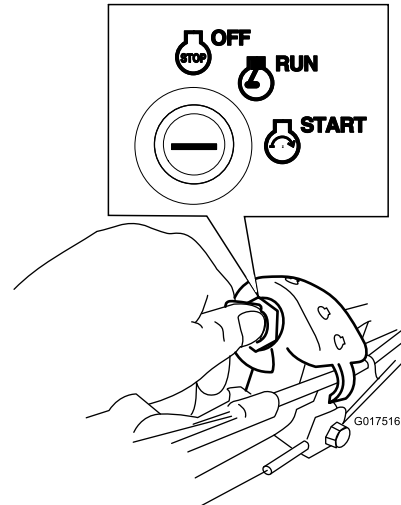

Figure 19
- **Clé de contact :** Tournez et maintenez la clé de contact en position de démarrage (Figure 19), puis relâchez-la lorsque le moteur démarre.
1. Tournez la clé de contact à la position de marche (Figure 19).